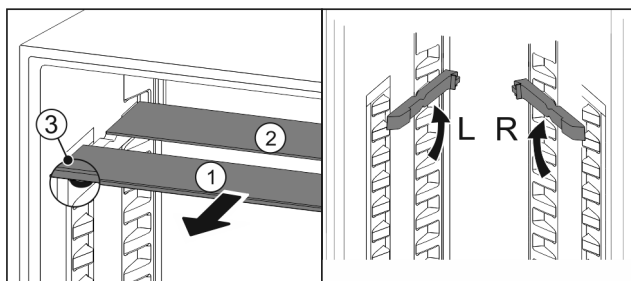

Fig. 76
- ▶ Skleněné desky jednotlivě vytáhněte dopředu Fig. 76 (1).
- ▶ Skleněná deska Fig. 76 (1) s ozdobnou lištou leží vpředu.
- ▶ Zarážky Fig. 76 (3) směřují dolů.